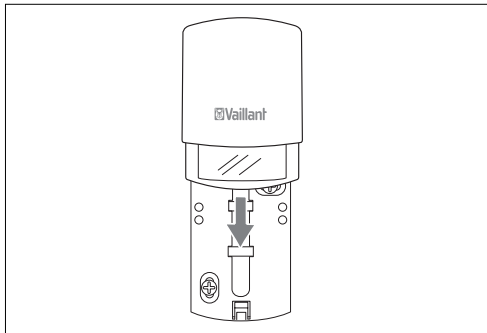

Fig. 3.7 Fastgørelse af radioudføleren på vægsoklen
**Sørg for, at batteriernes poler vender rigtigt (se fig. 3.7).**